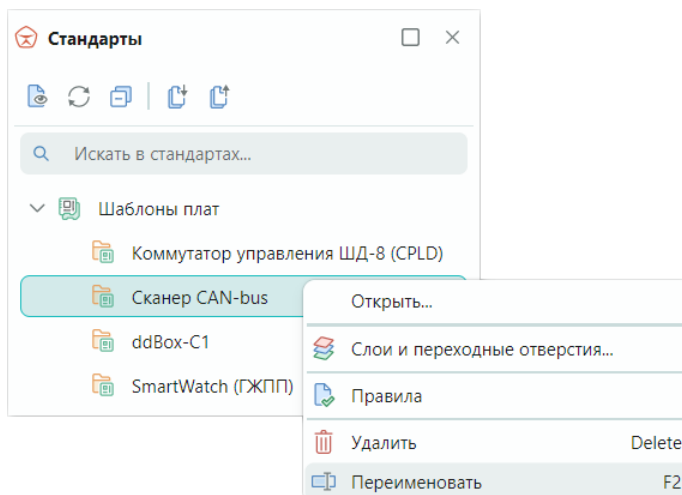

Рис. 157 Переименование шаблона платы
2. Вызовите контекстное меню и выберите команду «Переименовать», см. Рис. 157. Для данного действия также задана горячая клавиша «F2».